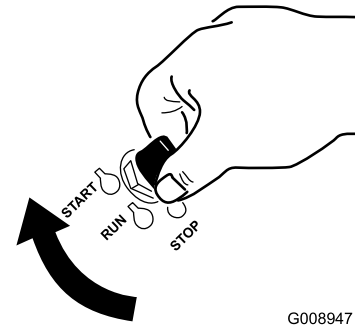

Figura 16
1. Girate la chiave di accensione in posizione di avvio (Figura 16). Rilasciatela quando il motore si accende.
6. Girate la chiave di accensione in posizione di avvio (Figura 16). Rilasciatela quando il motore si accende.